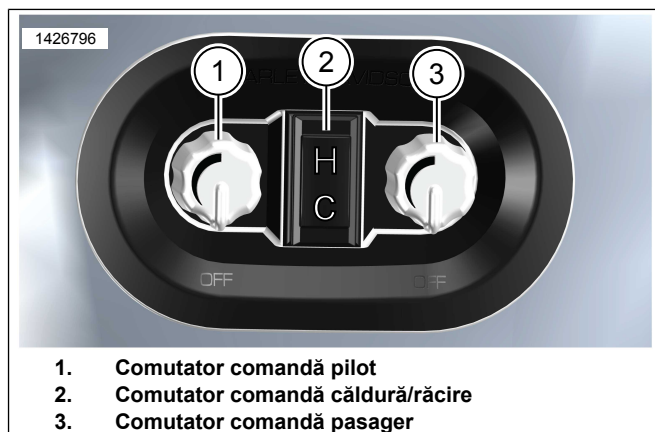

Figura 6. Întrerupătoare comandă pentru încălzire/răcire șa
1. A se vedea figura 6. Comutatoare rotative (1,3):
- d. Comanda pentru pilot (1) este situată cel mai aproape de poziția de ședere a pilotului.
- e. Comanda pentru pasager (3) este situată cel mai aproape de poziția de ședere a pasagerului.
- f. Setarea cea mai joasă, prima detentă, oprește poziția de ședere la OFF indiferent de setarea de pe cealaltă comandă sau de comutatorul de căldură/răcire (2).
2. A se vedea figura 6. Comutator căldură/răcire (2):